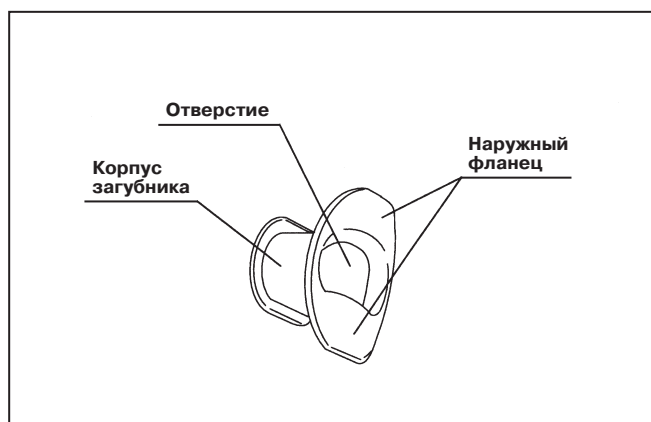

Рис. 3.6
1. Убедитесь в отсутствии трещин, деформирования или изменения цвета загубника (см. рис. 3.6).
2. Проверьте пальцами поверхность загубника на предмет наличия трещин или других повреждений (см. рис. 3.6).